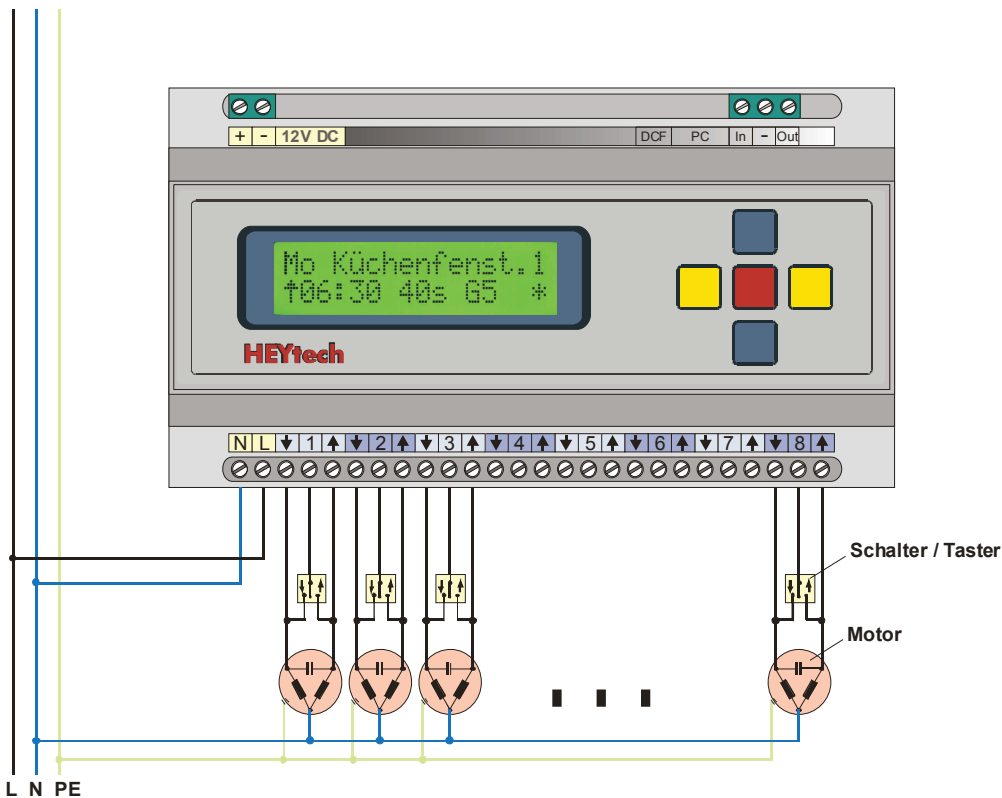

Abbildung 2: Motoren und Bedienschalter
- Die in den Abb. 2 und 3 (s. oben) dargestellten Anschlussklemmen 1, 2, ... , 8 führen **keine Dauerphase**. Hier wird ausschließlich der Wurzelanschluss des Bedienschalters oder -tasters angeschlossen. Eine Verwendung dieser Klemmen für andere Zwecke führt zur Fehlfunktion. Insbesondere kann diese Klemme nicht für die L-Klemme eines Trennrelais TR102 verwendet werden..
Der Anschluss der 230V-Motoren an eine Extension-Box erfolgt in gleicher Weise, wie bei der Steuerung (vgl. Abb. 2 und 3).